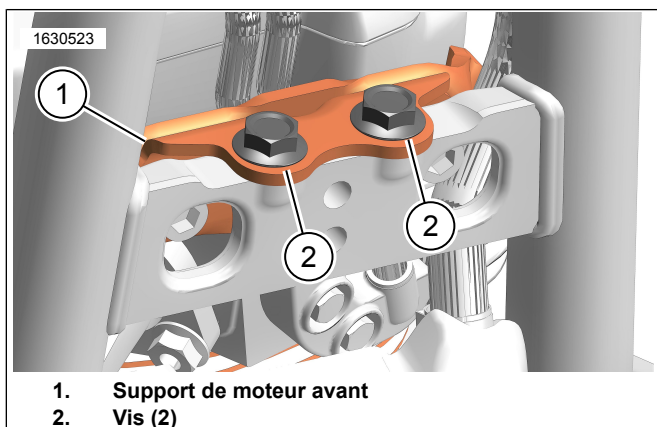

Figure 2. Vis du support de moteur avant
2. Voir la Figure 2. Retirer les vis du support de moteur avant (2).